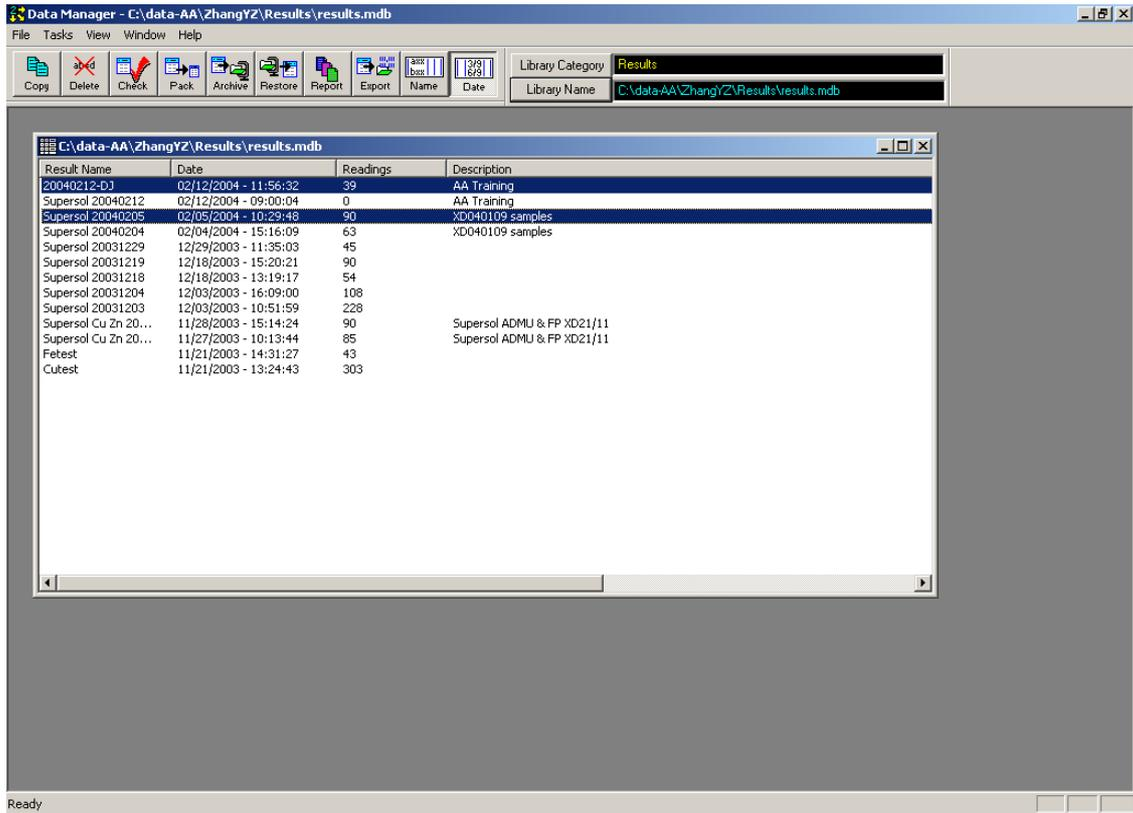

图 55. 选中要删除的文件
3.2.1 在数据管理应用软件首页点击“Library Category”,再在随后出现的对话框上选择“Results”或“Methods”,即会在屏幕上显示出一张列有已存文件名称的表格,选中一个或多个文件,如下图 55 所示: